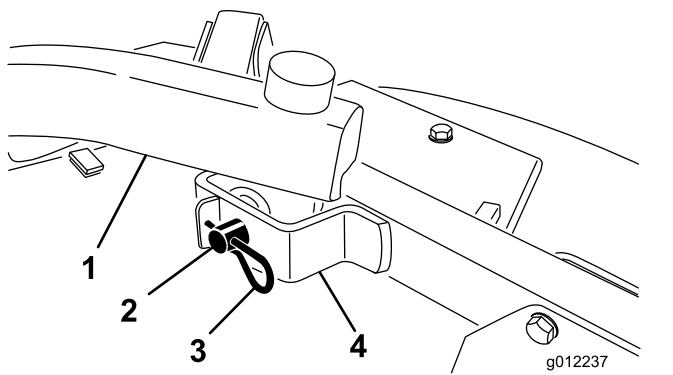

図 25
2. 昇降アームをキャストアームブラケットに固定しているヘアピンコッターとクレビスピンを外す 図 25。